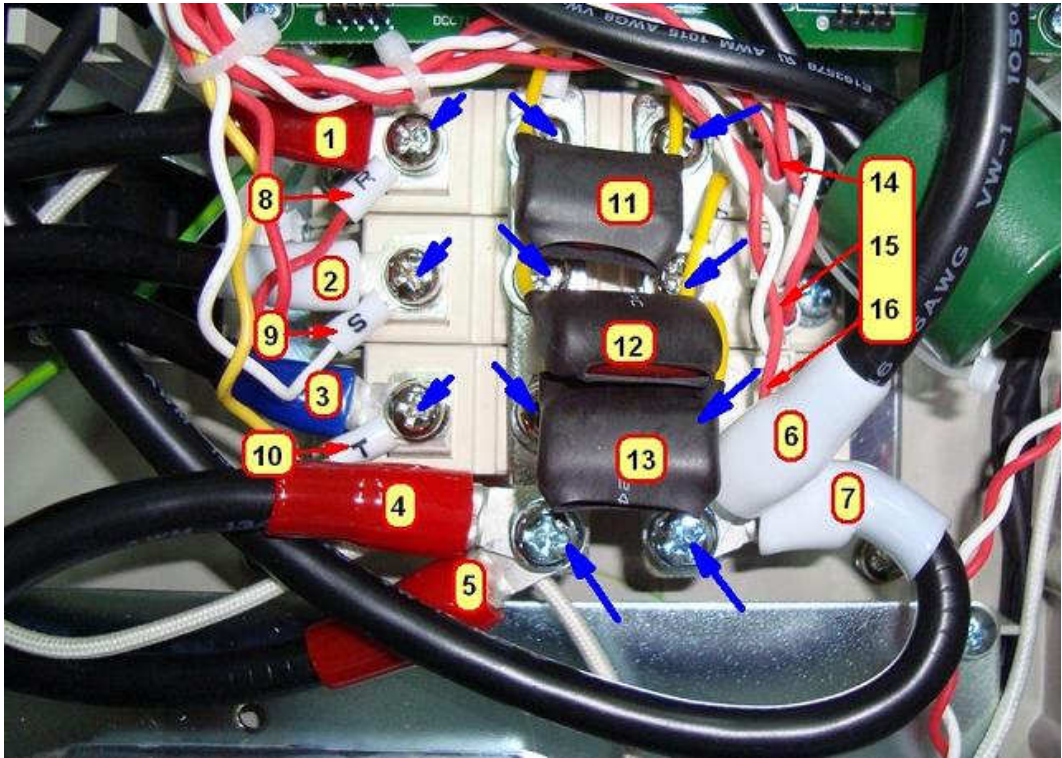

Рис.6.11
6.8.1. Выкрутить 2 винта на шинах диодно-тиристорных модулей (см. нижнюю часть рисунка 6.11), снять провода 4, 5, 6 и 7. Выкрутить 9 винтов на контактах диодно-тиристорных модулей, снять конденсаторы 11, 12 и 13, снять провода 1, 2, 3, 8, 9, 10, 14, 15, 16 (рис.6.11). Положить винты, провода и конденсаторы в тару.